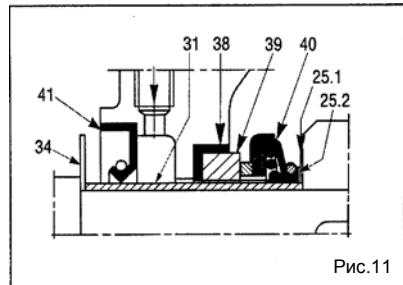
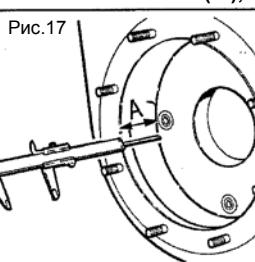
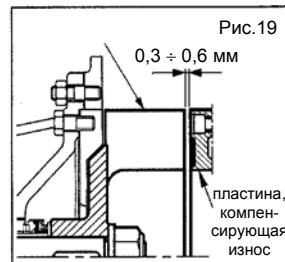
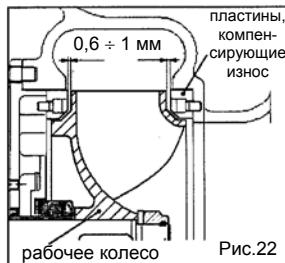

Рис.11
Рис.17
Рис.19
Рис.22
- Во всех моделях расстояние между верхом лопаток рабочего колеса и поверхностью пластины, компенсирующей износ, должно составлять 0,3 – 0,6 мм (рис. 19). В модели с размером 12 дюймов, расстояние между рабочим колесом и лицевой и задней пластинами должно находиться в пределах 0,6 – 1 мм (рис. 22).
Чтобы этого достичь, размеры «А» и «В» на рис. 17, 18, 20, 21 должны быть по возможности равными. Для этого используйте регулировочные шайбы (25.2) (рис.11), поставляемые вместе с запасными механическими сальниками. Данные регулировочные шайбы используются для того, чтобы продвинуть рабочее колесо ещё больше вперёд, если оно находится слишком далеко от лицевой пластины или слишком близко к задней пластине. Регулировочные шайбы должны монтироваться между опорным кольцом сальника (25.1) (рис. 11) и рабочим колесом. Дополнительную регулировку можно выполнять с помощью уплотнений кожуха (а также уплотнений задней пластины в тех моделях, которые оснащены такими уплотнениями). Установка уплотнения кожуха (43) (рис. 10) толщиной 0,5 мм создаст правильное расстояние (рис. 19).